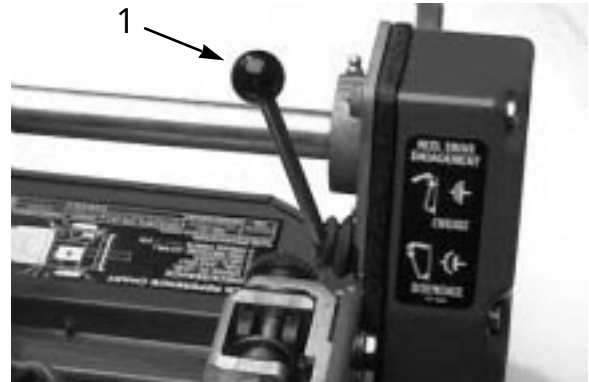

図 22
リール回転レバー (図22)
1. 走行レバー (図21) とリール回転レバー (図22) が両方とも「解除」位置にあることを確認する。